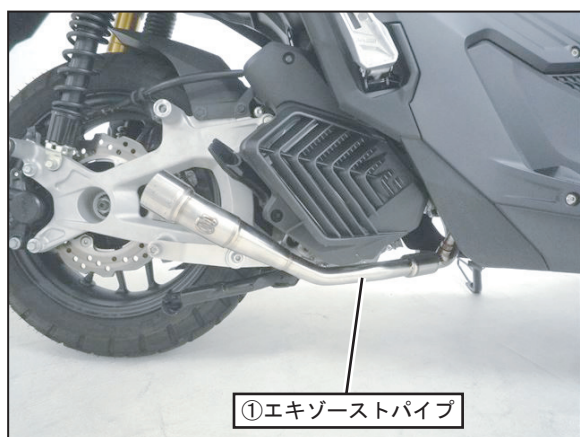

FIG. 5
6. 純正エキゾーストガasketを新品に交換し、手順5で組み付けした①エキゾーストパイプをエンジンの排気ポート部に純正ナットを使用して仮締めして下さい。(FIG. 5, 6 参照)